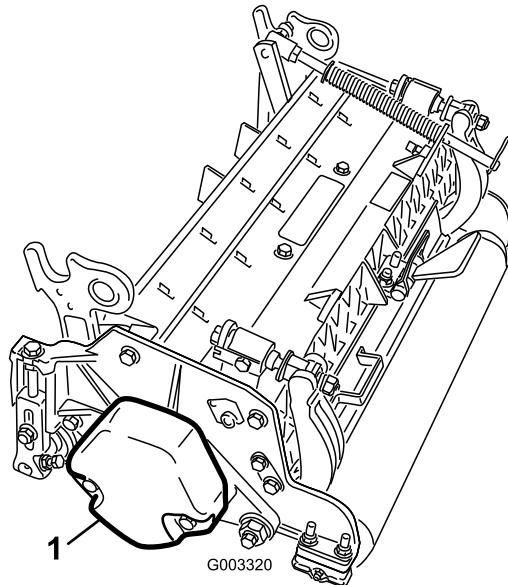

図 16
1. 2番、4番、6番カッティングユニットでは、カウンタ・ウェイトをカッティングユニットの左側に固定しているキャップスクリュ(2本)を取る。カウンタ・ウェイトを取り外す（図 16）。